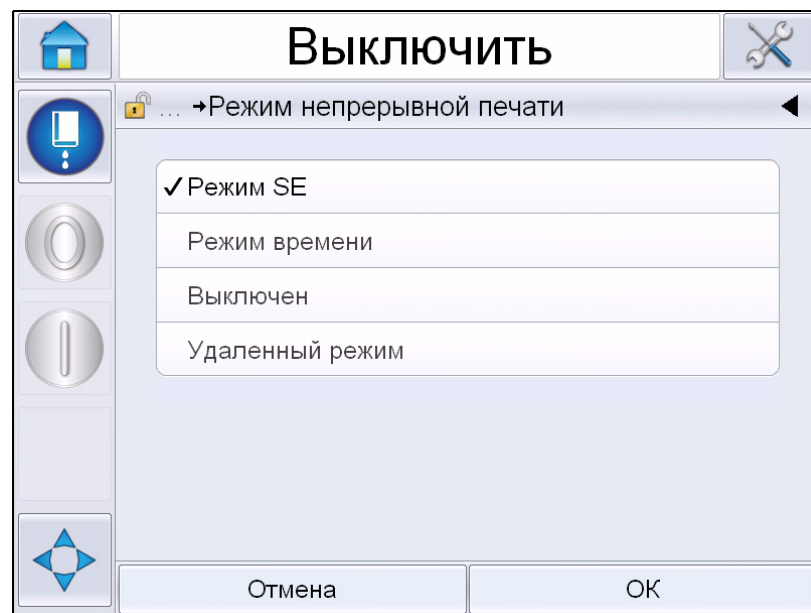

Рис. 4-25: Диалоговое окно «Continuous Print» (непрерывная печать)
- 1 Выберите опцию *Непрерывная печать* из меню *Запуска печати*. Появится диалоговое окно «Continuous Print» (*непрерывная печать*) (Рис. 4-25).